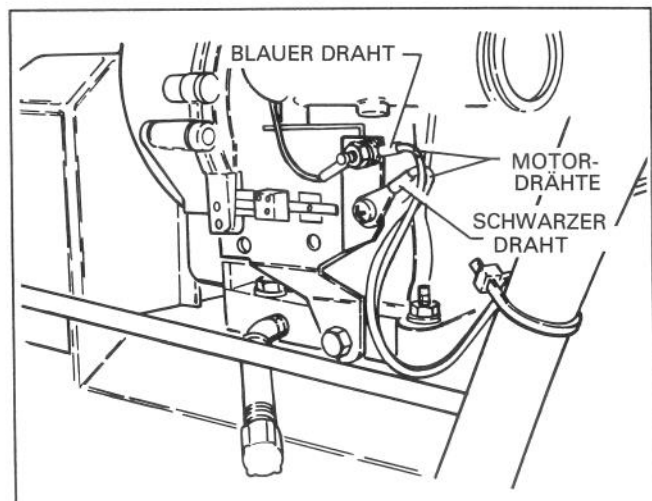

Abb. 20
38. Die schwarzen und blauen Drähte vom Schaltersatz am linken Griff hinunterführen und an den entsprechenden Anschlüssen links am Motor, von denen die Drähte zuvor abgetrennt wurden, anschließen (Abb. 20).